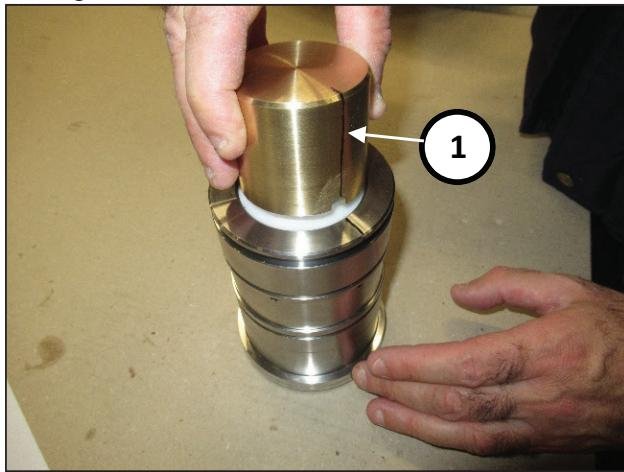

Abb. 179
Drücken Sie mit dem Innendorn des Werkzeugs Art. 27945400 die Ringe in ihren Sitz (Pos. ①, Abb. 179).